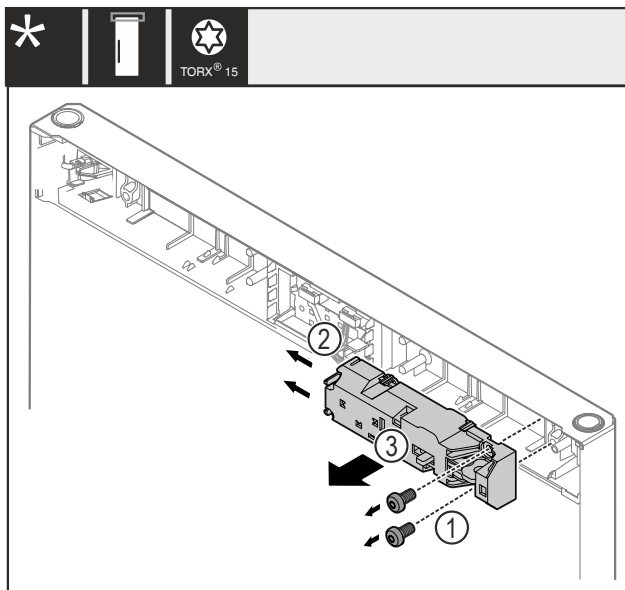

Fig. 21
- Retire los tornillos Fig. 21 (1).
- Presione la lengüeta de retención Fig. 21 (2) lateralmente y retire el cierre a distancia Fig. 21 (3).